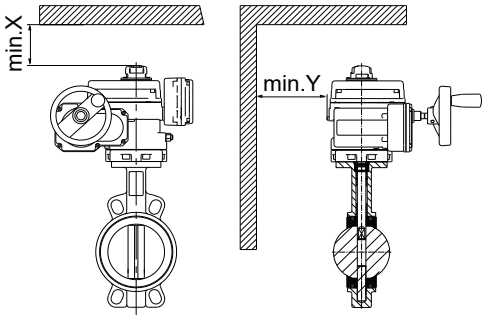

图 2
- 1.3 执行器安装必须预留足够的拆装空间，顶部和侧边预留参考距离如图 2。